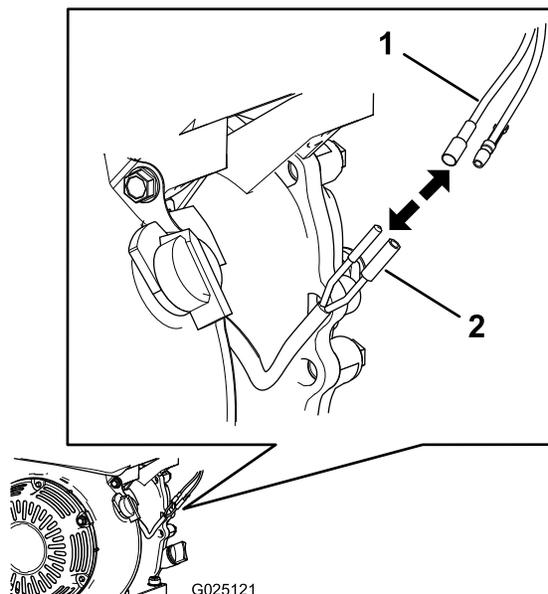

Bild 1
2. Trennen Sie den bestehenden Kabelbaum des Betriebsstundenzählers von den Leuchtwendeldrähnen und dem bestehenden Betriebsstundenzähler (Bild 1).